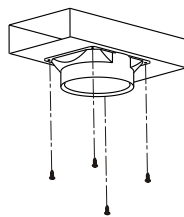
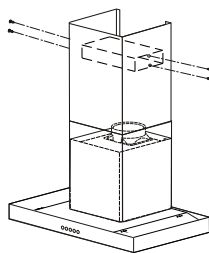

Fig. 8
Fig. 6
- Installer l'adaptateur de gaine sur le déflecteur (fig. 8).
- Installer le déflecteur (fig. 8) dans la cheminée supérieure au niveau des ouïes d'aération (fig. 6).